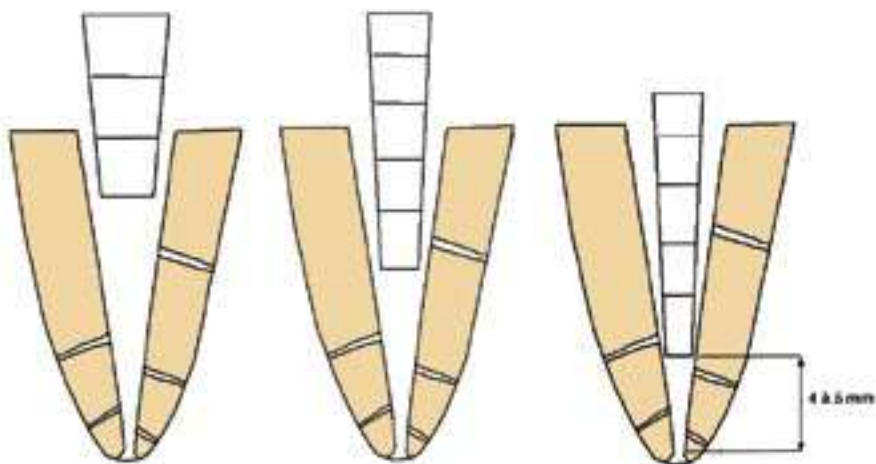

Fig. 7, 8, 9. Sélection des fouloirs verticaux
- Sélection des fouloirs verticaux (Fig. 7, 8, 9)
En général, trois fouloirs s'avèrent suffisants. Le premier plugger pénètre librement dans le tiers coronaire du canal (Fig. 7), le deuxième va jusqu'à la jonction des tiers médian et apical (Fig. 8) et le dernier descend librement à la LT - 4 ou 5 mm (Fig. 9).